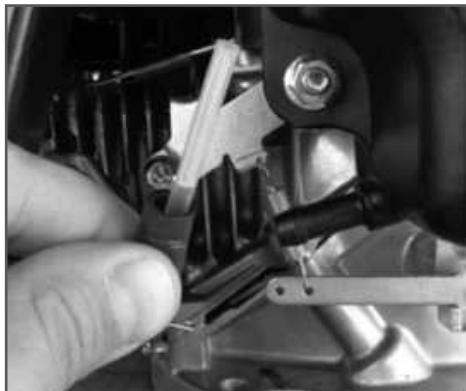

Рис. 13 Топливный фильтр
4. Извлеките из топливного шланга топливный фильтр (Рис.13). Проверьте его целостность и чистоту, при необходимости промойте чистым бензином или замените.